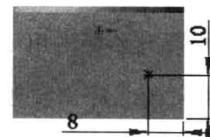

图 1.19 孔放置位置
- ② 建立尺寸。在“草图(K)”工具栏中单击 按钮, 选择图 1.19 所示的点为孔的放置点。
- (3) 定义孔的参数。
- ① 定义孔的规格。在“孔位置”窗口中选择 **类型** 选项卡, 在 **孔规格(S)** 区域中选择孔